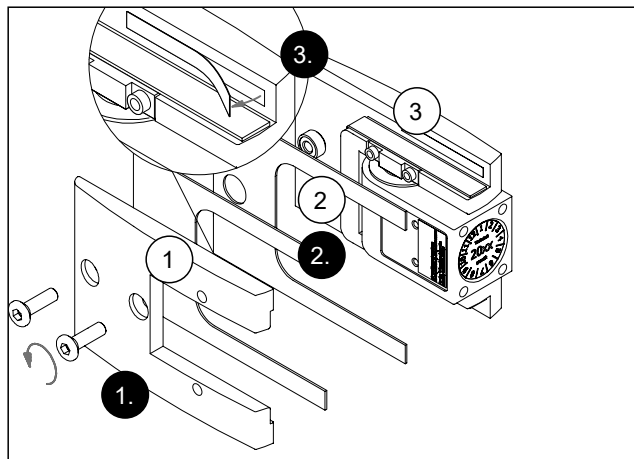

Рис. 14 Подготовка маятниковой петли
1. Открутите противоположную пластину (Рис. 14/1).
2. Выберите соответствующие уплотнители (Рис. 14/2) в зависимости от толщины стекла (см. главу 4.2).
3. Снимите защитную пленку липкой ленты с опорной и противоположной пластины (Рис. 14/3).